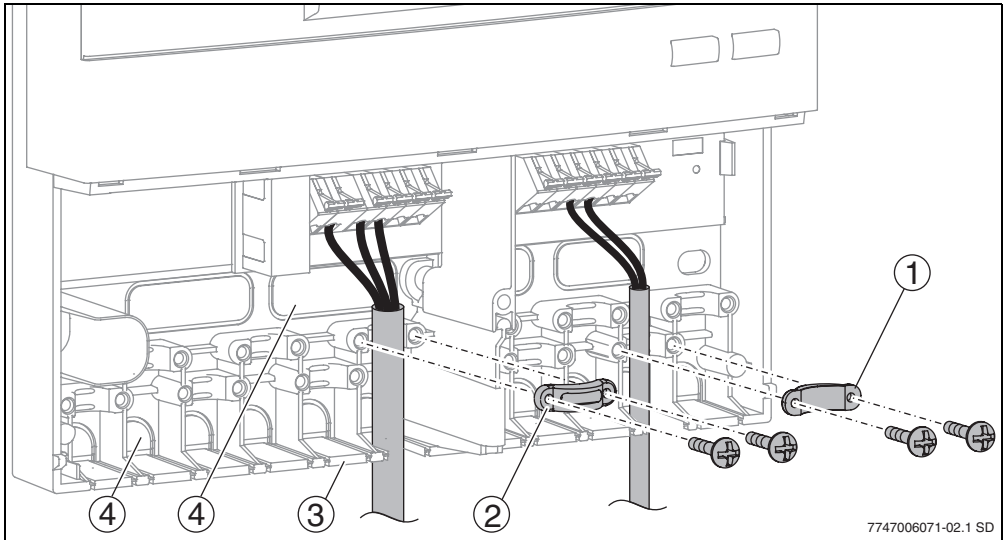

Fig. 5 Introducerea și fixarea cablului
În funcție de situația de montaj, cablurile pot fi introduse din spate (→ fig. 5, pos. 4) sau de dedesubt (→ fig. 5, pos. 3) în carcasă.
- ▶ Separați traseul pentru cablu (→ fig. 5) cu un cuțit pentru a nu rămâne muchii ascuțite.
- ▶ Asigurați cablul împotriva smulgerii (→ fig. 5, pos. 2). Brida împotriva smulgerii poate fi montată și întoarsă (→ fig. 5, pos.1).